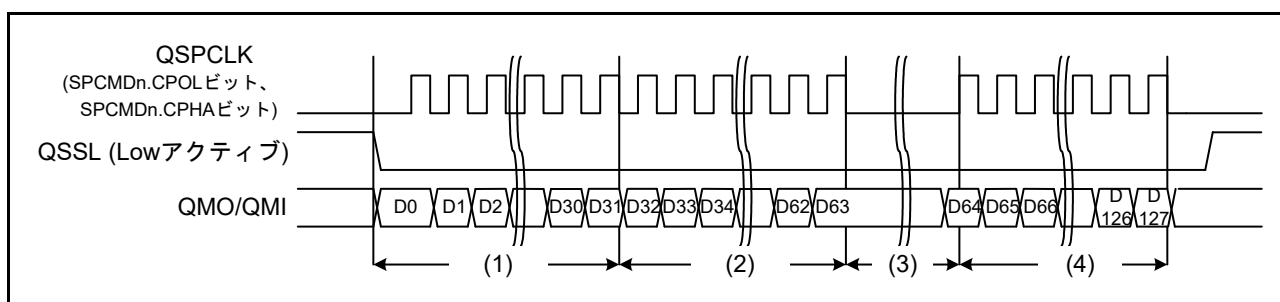

図 41.13 転送データ長を 128 ビットに設定したバースト転送の例 (Single-SPI モード) (n=0~3)
SPCMDn.SPB[3:0] ビットを 8、16、32 ビットに設定し、SPBMULn レジスタを 1~4,294,967,296 に設定することにより、SPCMDn.SPB[3:0] ビットで設定した長さの転送を1転送として SPBMULn レジスタに設定した回数だけ連続的に繰り返す転送を実行します。ただし、転送中に送信バッファ (SPTXB) に送信データがなくなった場合、または受信バッファ (SPRXB) に SPCMDn.SPB[3:0] ビットに設定したデータ長の空きがなくなった場合はクロックを停止して、転送の再開を待ちます。SPCMDn.SPB[3:0] ビットを 32 ビット設定、SPBMULn レジスタを 4 に設定し、トータルの転送データ長を 128 ビットとした場合のバースト転送の例を図 41.13 に示します。図中 (1)~(4) の内容を以下に説明します。
- (1) 1 回目の 32 ビット転送です。
- (2) 2 回目の 32 ビット転送です。
- (3) 送信バッファに送信データがなくなったか受信バッファに 32 ビット分の空きがなくなったためにクロックを停止します。その間の QMO 出力は直前の値を保持します。送信データが書き込まれるか受信バッファに空きができるとクロックを送出して転送を再開します。
- (4) 3 回目と 4 回目の 32 ビット転送です。